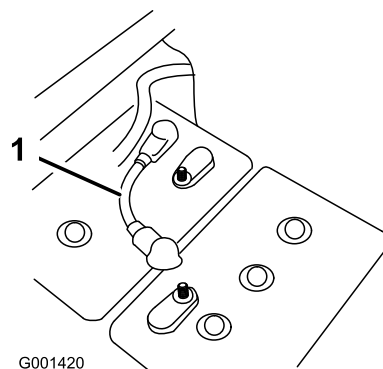

Figura 2
4. Retire um dos cabos curtos da bateria que ligam quaisquer duas baterias no banco para retirar a energia do sistema (Figura 2).